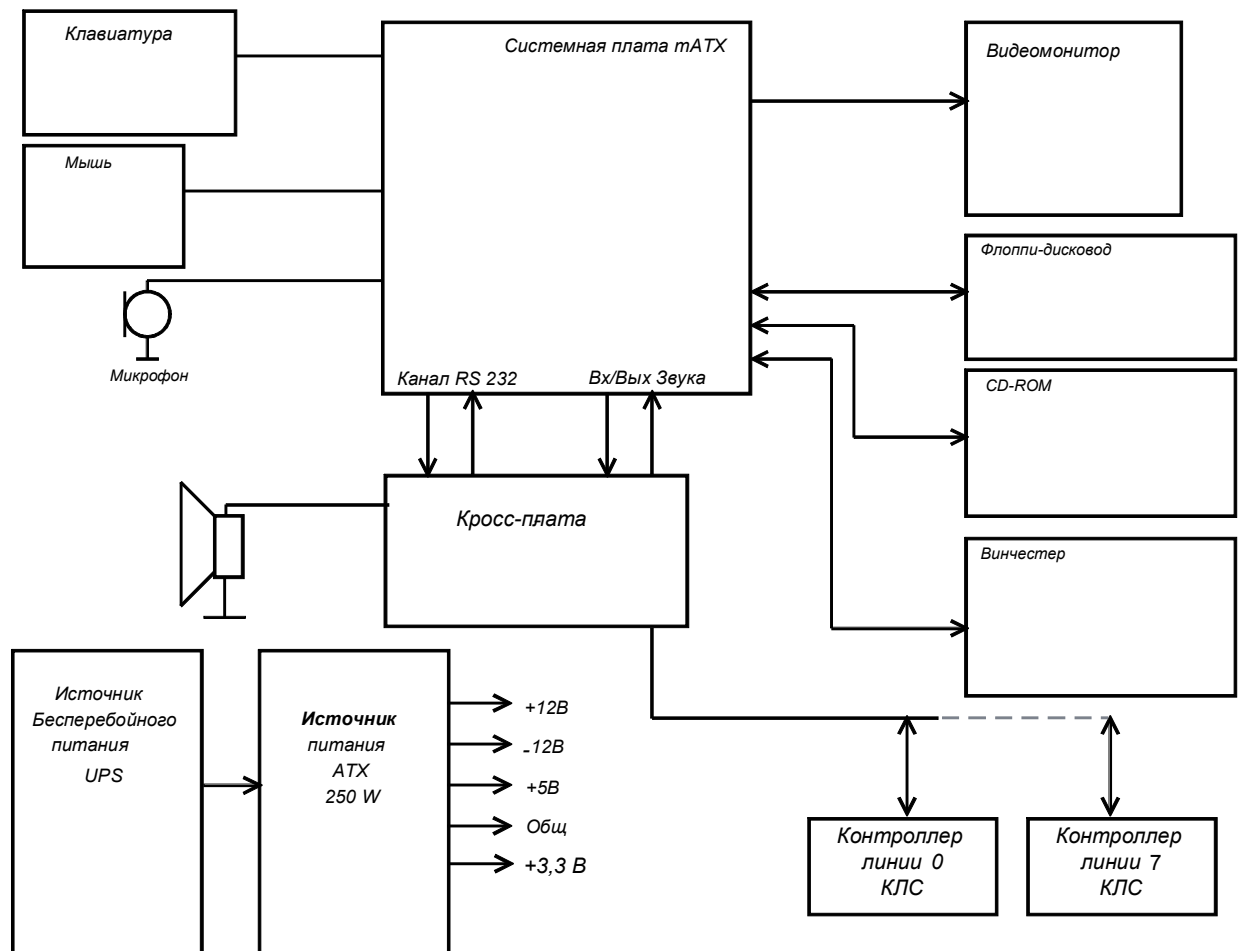

Рисунок 1.1. Структурная схема ЦП КДК-ПЛЮС.
1.4.1. Работа ЦП осуществляется согласно структурной схеме (рисунок 1.1).